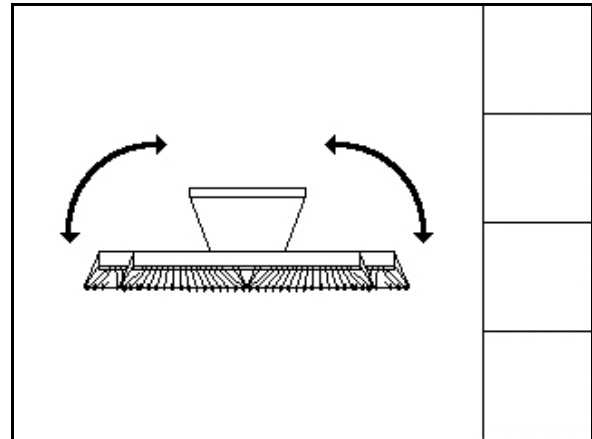

Fig. 56
-  In das Untermenü Klappen wechseln (Fig. 56).